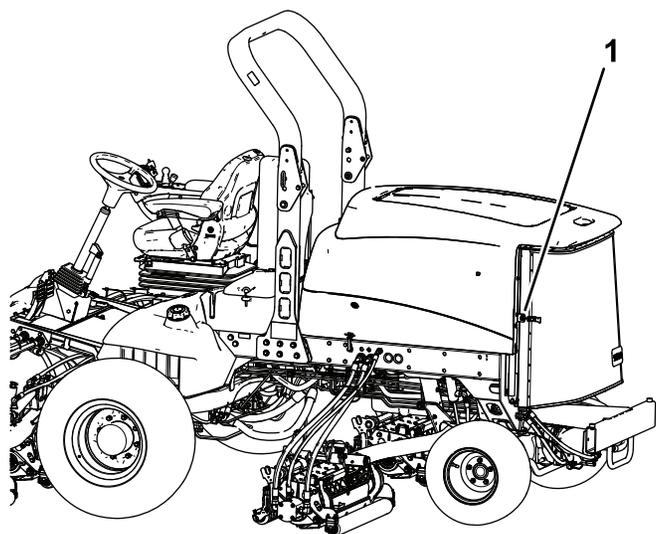

Рисунок 99
2. Откройте защелку и откиньте заднюю решетку (Рисунок 99).